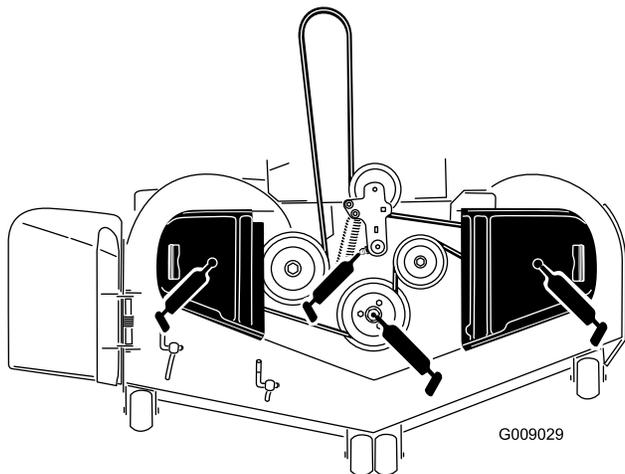

Figura 40
3. Engrase el pivote de la polea tensora de la carcasa del cortacésped hasta que salga grasa por el extremo inferior (Figura 40).
4. Engrase los tres cojinetes de los ejes hasta que rezume grasa de las juntas inferiores (Figura 40).